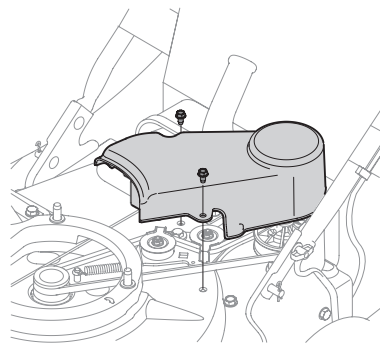

Figura 15
4. Si está equipado con un control de conducción, retire los tres tornillos autosellantes que aseguran la tapa de la correa (si está equipado) y extraiga la misma. Vea la Figura 15.